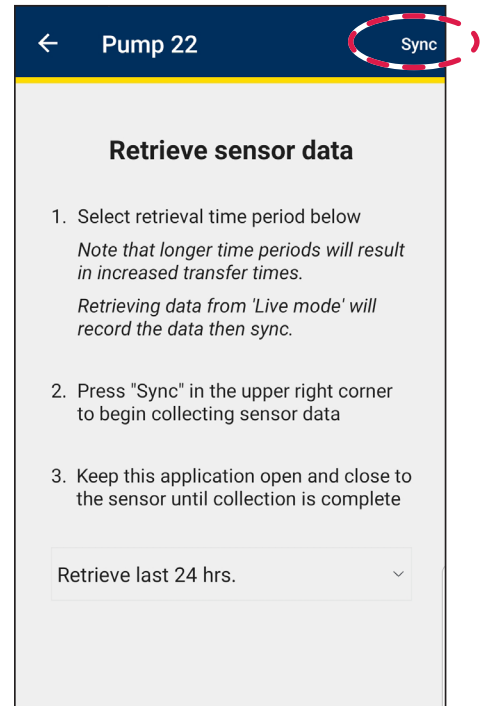

Abbildung 13
4. Wählen Sie **Synchronisieren** aus (siehe Abbildung 13).